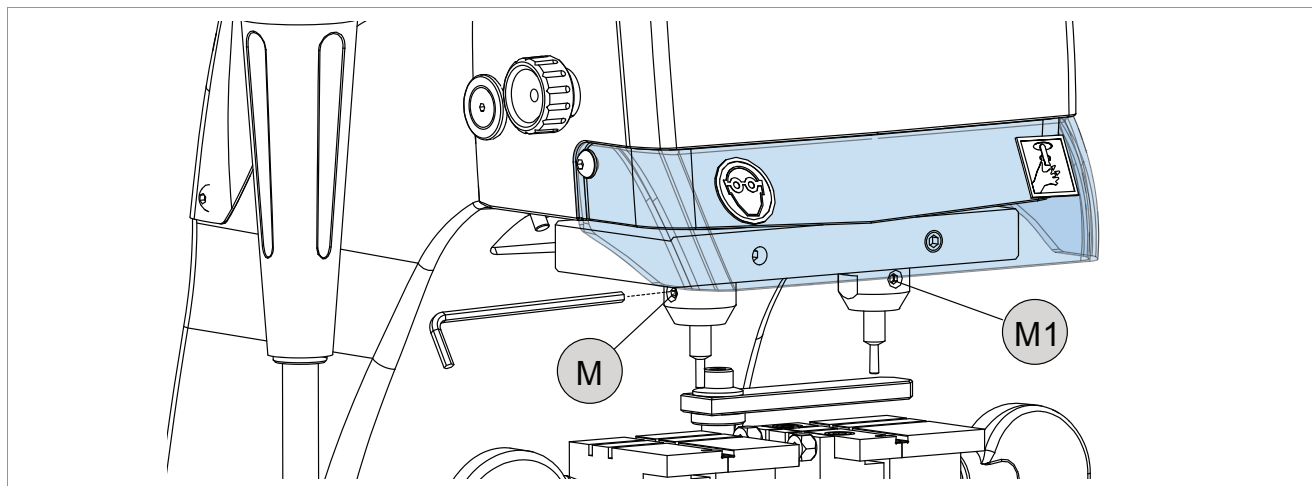

Fig. 15
- 1) Introduzca hasta el fondo el palpador en la pinza izquierda y sujételo sirviéndose del prisionero (M) (Fig. 15).